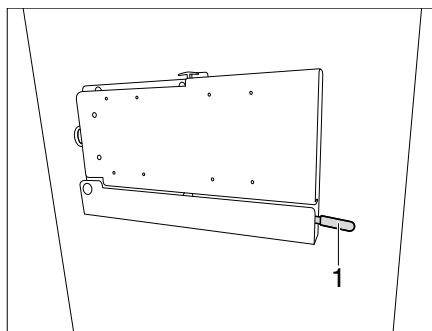

Figure 139 Support à bras articulé (variante 3)
- Pousser le levier (Figure 139,1) vers le bas.
- Repousser le levier (Figure 139,1) vers le dispositif de blocage vers le haut.